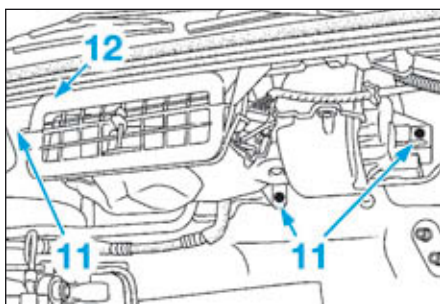

FIG.44
- Déposer (Fig.44) :
- les écrous (11) du boîtier du groupe motoventilateur,
- la vis (12) du boîtier du groupe motoventilateur,